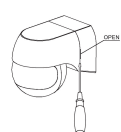

Figura 1
- Solte o parafuso na parte traseira e descarregue a parte inferior (consulte a figura 1).